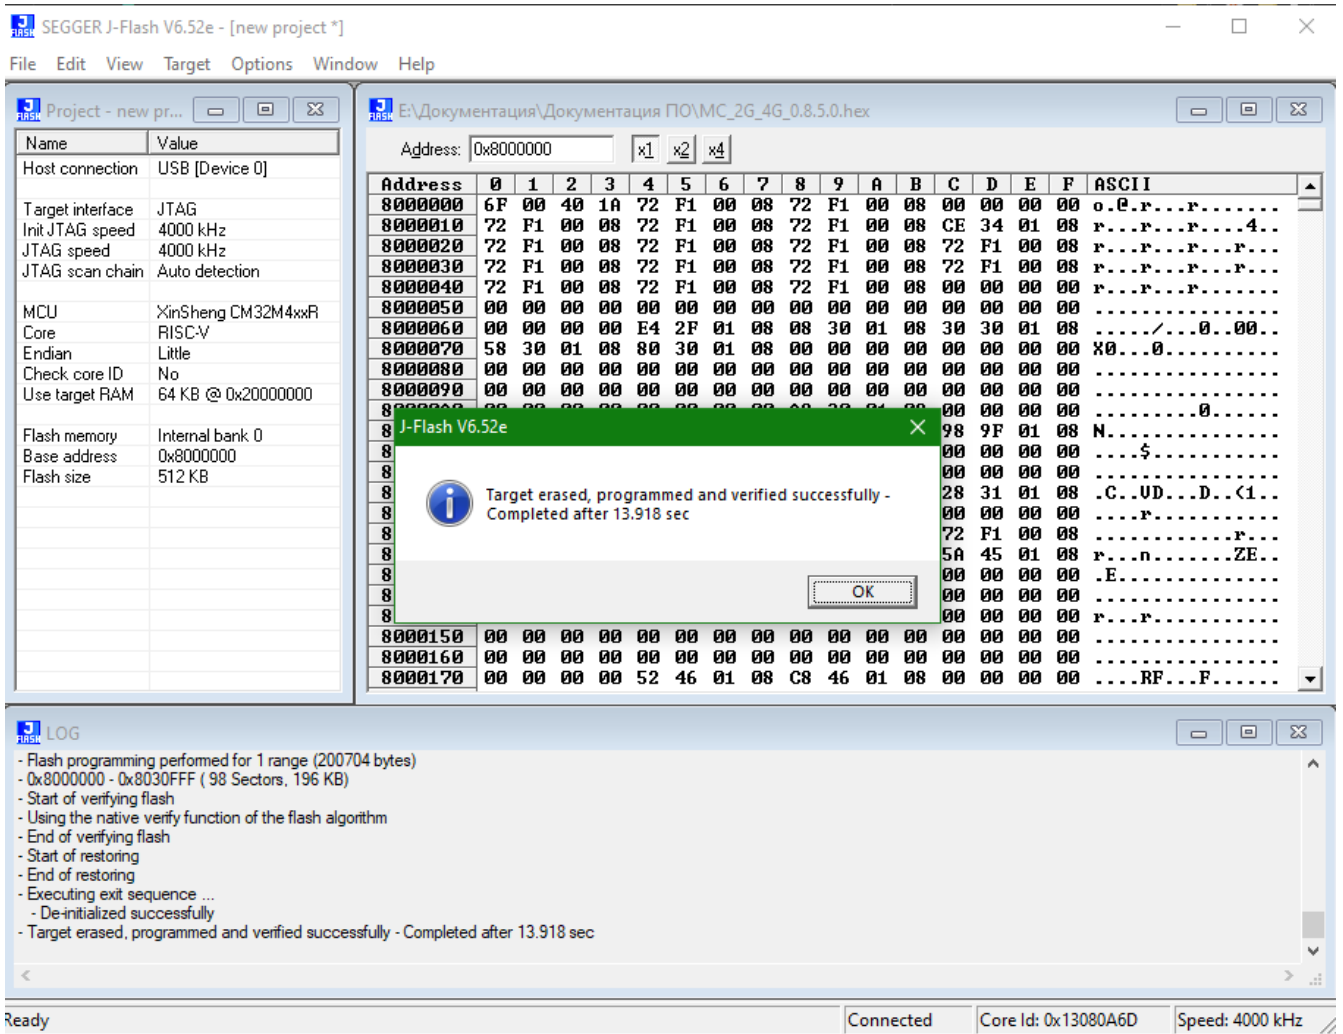

Рисунок 11 — Иллюстрация успешного окончания установки ПО
2.14 После завершения установки ПО на МСУ на экране ПК появится сообщение об успешном окончании операции (рисунок 11).